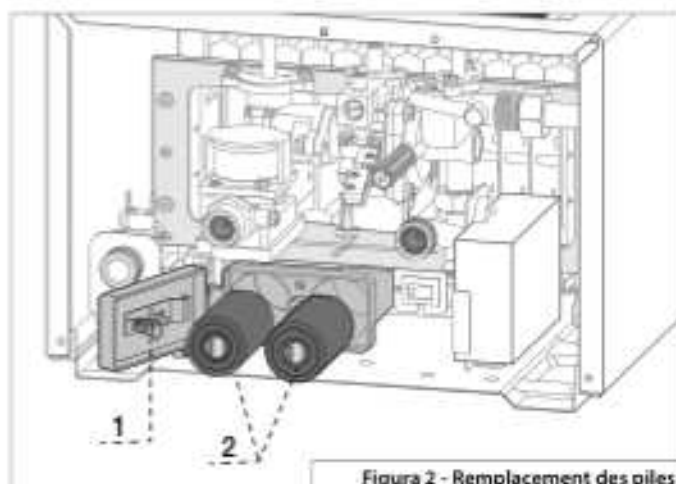

Figure 2 - Remplacement des piles
- Décrocher le couvercle du boîtier de la batterie situé sous l'appareil (voir Figure 2 : N.1).
- Retirer les piles (voir Figure 2 : N. 2).
- Insérez les piles en respectant la polarité correcte (voir Figure 2 : N. 2).
- Fermer le couvercle du boîtier de la batterie (voir Figure 2 : N.1).
- Assurez-vous que le couvercle du boîtier de la batterie est bien fixé avec le bouton de fermeture (voir Figure 2 : N. 1).